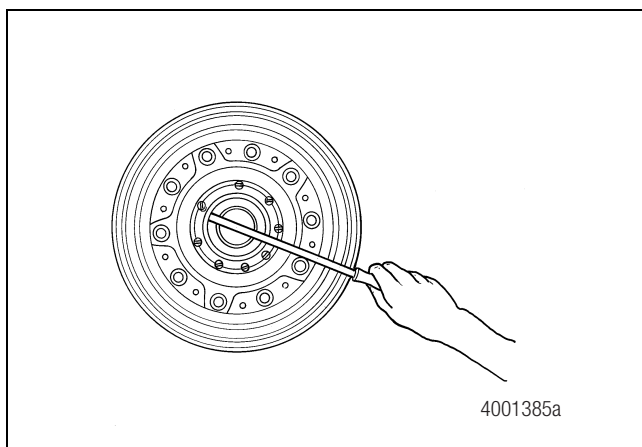

Figure 3.10
4. La bague d'étanchéité de roue est logée dans une rondelle de retenue. Lorsque seule la bague d'étanchéité doit être retirée, utiliser un grand tournevis pour l'extraire du moyeu. Mettre la bague usagée au rebut. Figure 3.10.